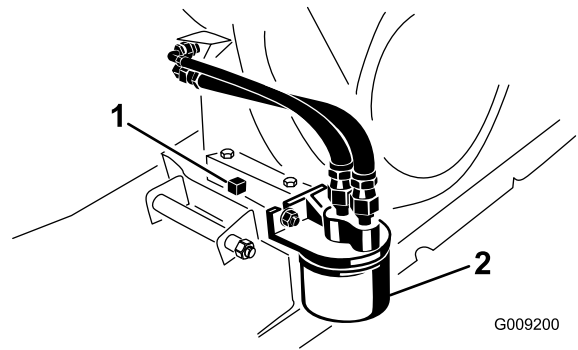

Bild 36
8. Entfernen Sie die Ablassschraube und Dichtung (**Bild 36**).
2. Entfernen Sie den vorhandenen Ölfilter (**Bild 36**).
4. Schrauben Sie den neuen Filter auf den Filteradapter, bis die Dichtung die Befestigungsplatte berührt; ziehen Sie den Filter dann um eine weitere halbe bis Dreiviertelumdrehung an (**Bild 36**).
7. Stellen Sie eine Auffangwanne unter die Ablassschraube (**Bild 36**).